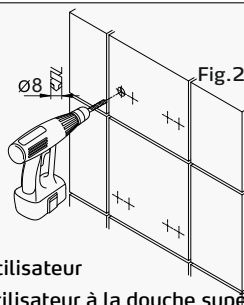

Fig.2
- Marquer dans la mur le positionnement des supports de fixation (fig.2) et (fig.5).